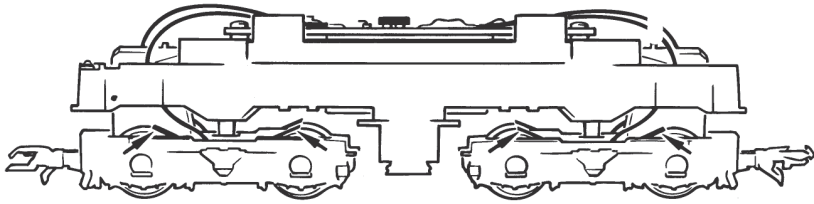

Fig. 8
**3. Haftreifenwechsel:** Zuerst den Getriebedeckel abnehmen (Fig. 4). Danach den **Radsatz** herausnehmen und die **Haftreifen** mit einer Nadel od. mit einem feinen Schraubendreher abziehen (Fig. 8). Beim Aufziehen der neuen Haftreifen darauf achten, dass diese sich nicht verdrehen.
**3. Change of traction tyre:** Remove the gear cover (fig. 4). Take out **wheel set** and remove **traction tyre** using a pin or a fine screwdriver (fig. 8). When pressing on the new traction tyre please **avoid twisting it**.
**3. Échange des bandages d'adhérence:** Démontez d'abord **le couvercle du carter des engrenages** des en-grenages (fig. 4). Délogez ensuite les essieux bandagés et enlevez, à l'aide d'une aiguille ou d'un tourne-vis fin, les bandages d'adhérence (fig. 8). Lors du montage des nouveaux bandages veuillez veiller à ce que les bandages **ne soient pas tor-dues**.